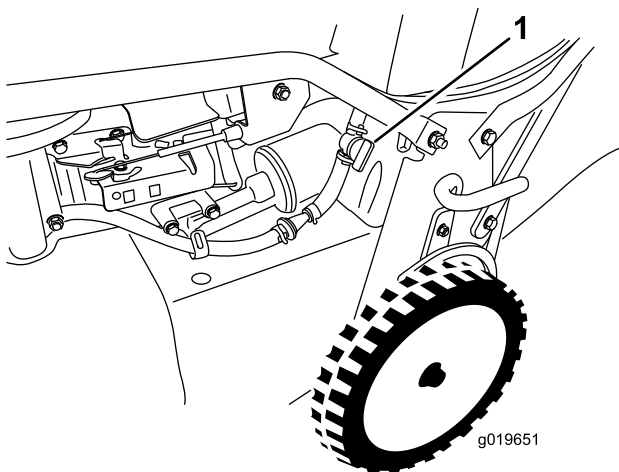

Figura 17
2. Aprite la valvola d'intercettazione del carburante (Figura 17).